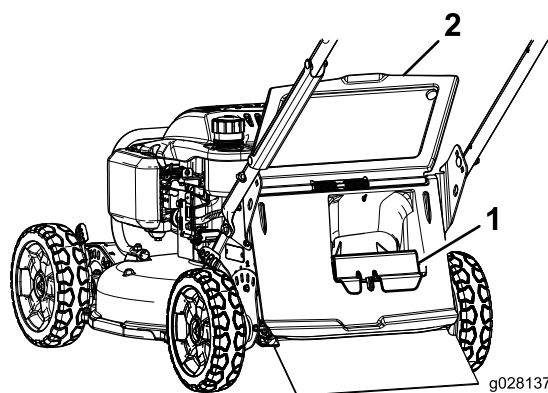

Figure 15
- Si l'obturateur d'éjecteur arrière n'est pas en place, saisissez-le par la poignée, soulevez le volet arrière, et insérez-le dans l'éjecteur arrière jusqu'à ce que le verrou s'enclenche; voir Figure 15.
3. Retirez l'obturateur d'éjection arrière en appuyant sur le verrou avec le pouce et en tirant l'obturateur hors de la machine (Figure 15).